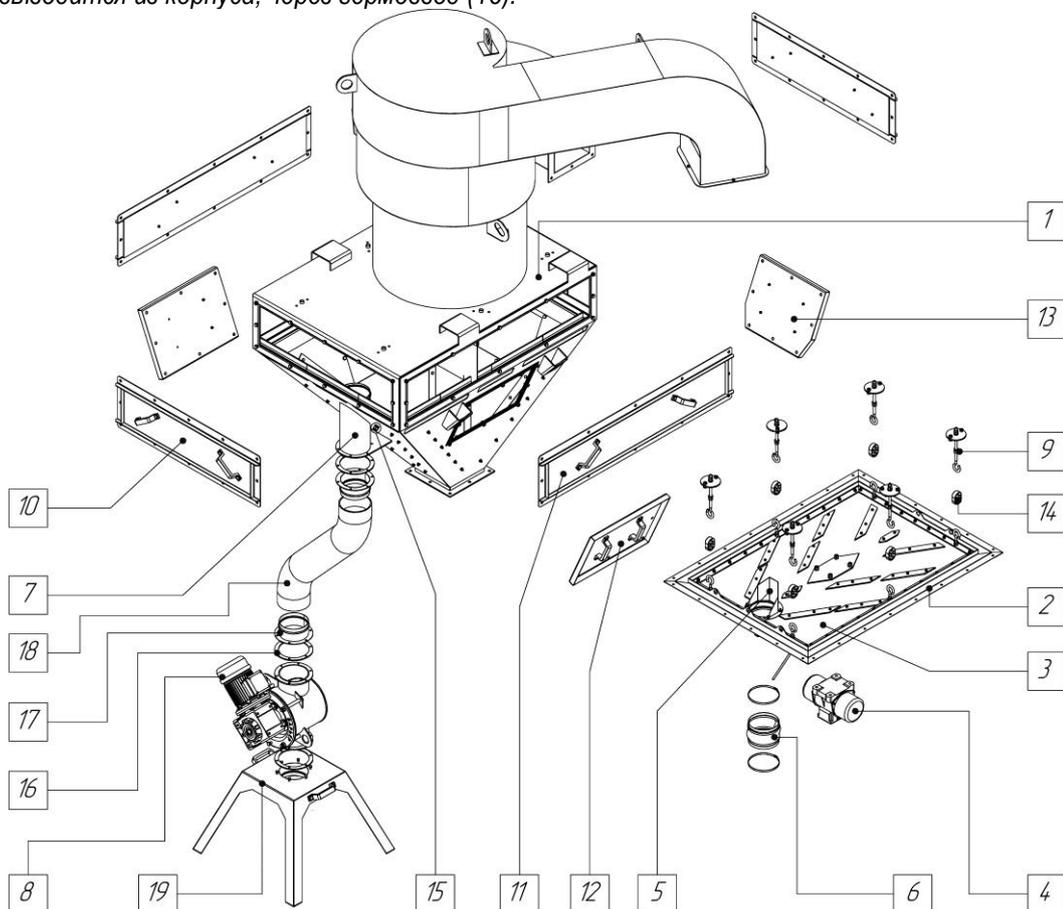

Рис. 21 Узел рассеивания.
Узел рассеивания (Рис. 21) состоит из корпуса (1) в виде усеченной перевернутой пирамиды, рамы (2), на которой закреплена сетка (3). В нижней части рамы (2) установлен электромеханический вибратор (4) ЭЭВ-2.5-25. В направлении движения крупных частиц сырья по поверхности сетки (3) установлен экран - «перелив» (5), служащий для предотвращения попадания не успевших просеяться тонких частиц в гибкий рукав (6) и далее в патрубок вывода (7). Чтобы избежать поступления воздуха в корпус (1), который во время работы изделия находится под разряжением, к патрубку вывода (7) через прокладку (16) и штуцеры (17) с помощью гибкого рукава (18) присоединен шлюзовый затвор (8) выгрузки «крупки», который установлен через прокладку на подставке (19). Во время работы изделия частицы сырья, размеры которых превышают размеры ячеек сетки, высыпается через разгрузочный патрубок шлюзового затвора (8) в ведро или другую емкость.